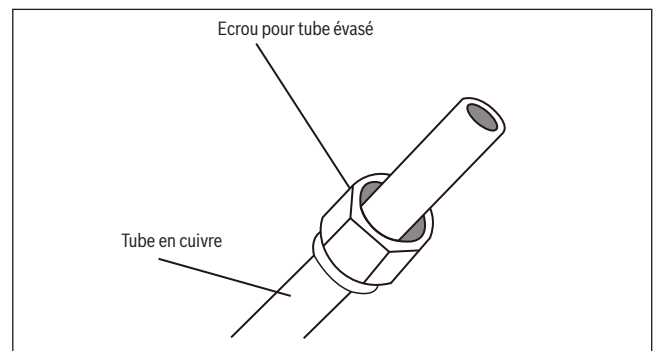

Fig. 30.
- Placer des écrous évasés sur les deux extrémités du tube. S'assurer qu'ils sont orientés dans le même sens, car ils ne peuvent pas être mis en place ou changés de direction après l'évasement. Voir **fig. 30**.